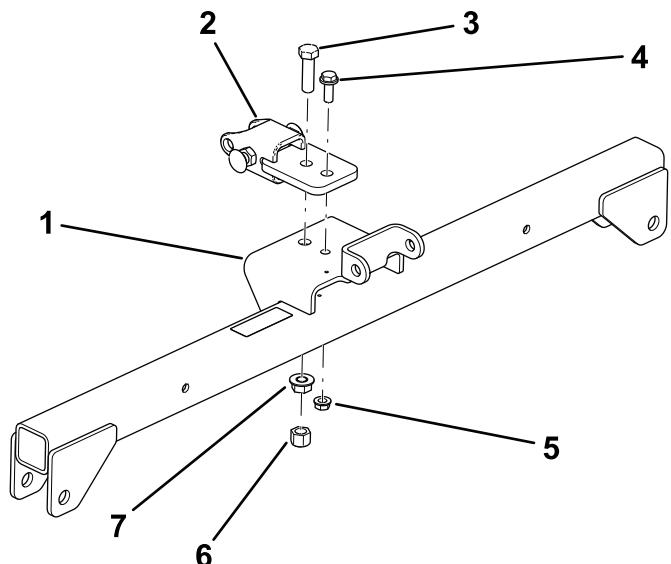

Bild 3
1. Befestigen Sie die Deichsel lose mit einer Schraube (1/2" x 1 3/4"), einer Bundmutter (1/2"), und einer Sechskantmutter (1/2") im vorderen Loch im Hängeprofil (Bild 3).